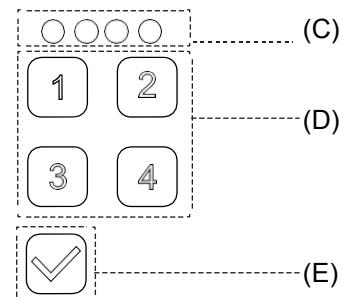

Bild 7
- För att låsa upp, ange ditt lösenord på det numeriska tangentbordet (D). Indikatorlampaen (C) tänds varje gång numret anges. Tryck på (E) på tangentbordet när du har skrivit in lösenordet. (Bild 7)